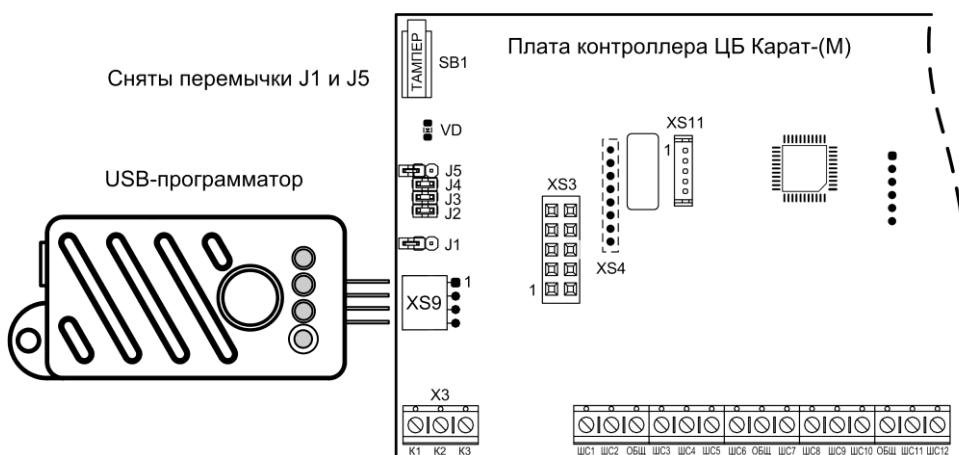

Рис.13 Подключение USB-программатора к плате ЦБ
2.2) Для программирования с помощью **USB-программатора** необходимо вставить вилку USB-программатора в разъем XS9 платы контроллера ЦБ (см. рис.13) и выбрать кратковременным нажатием кнопки USB-программатора номер файла настроек (индицируется одним из 4-х светодиодов). Затем, нажав кнопку и удерживая ее нажатой в течение 3-х секунд, запустить процесс загрузки настроек. В течение всего процесса соответствующий светодиод программатора и светодиод VD на плате ЦБ будут мигать. Успешная загрузка настроек в память прибора подтверждается постоянным включением светодиода программатора. Если светодиод программатора продолжает мигать длительное время, необходимо отсоединить программатор от прибора и повторить процедуру. Если в процессе загрузки светодиод программатора выключился, это означает, что данные в программаторе не соответствуют типу программируемого прибора.